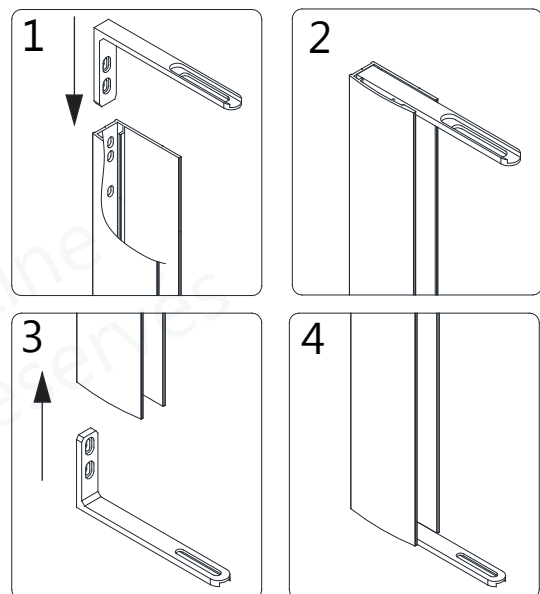

Fig 2
2. Séparez les **Supports de Pivot (N° 08)** des **Systèmes de Pivot (N° 07)** en retirant le **Boulon à Tête Ronde M6×12 (N° 17)**. Insérez les **Supports de Pivot (N° 08)** aux deux extrémités du **Profilé Mural (N° 01)** côté-pivot. (Fig 2)